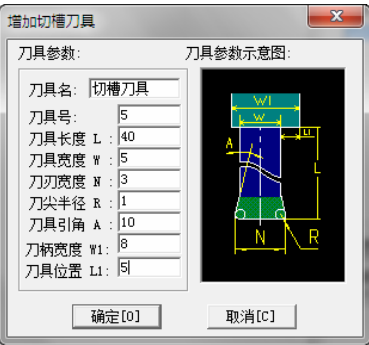

图 4-138 增加切槽刀具
2) 单击“切槽刀具”选项卡，单击“增加刀具”按钮，弹出“增加切槽车刀”对话框，设置刀具名：切槽刀具；刀具号：5；其他参数如图 4-138 所示。单击“确定”按钮，完成车刀参数设置。